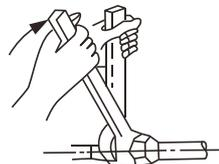

Fig.4-10
- Serrez-le avec une clé plate et une clé dynamométrique (voir Fig.4-10)
- Lorsque vous connectez les tuyaux de réfrigérant, utilisez toujours deux clés / clés plates pour serrer ou desserrer les écrous ! (voir Fig.4-10). Sinon, cela endommagera les raccords de tuyauterie et entraînera des fuites.